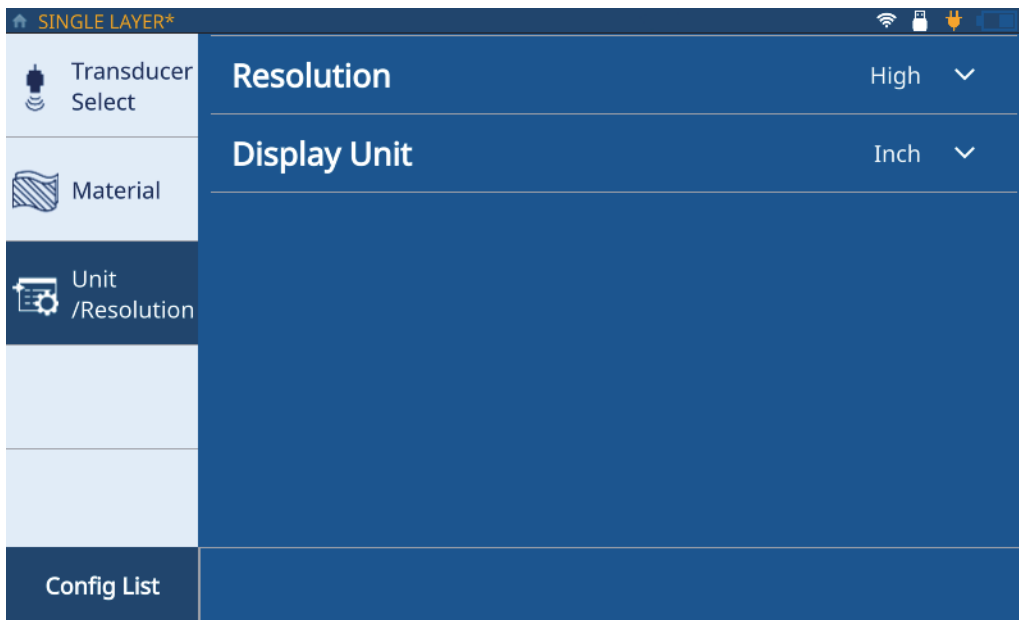

图 2-4 单位/分辨率选项卡
10. 点击**Unit/Resolution**（单位/分辨率）选项卡（参见第18页的图 2-4）。
14. 重复步骤12和13, 直到定义了所有层(最多6层), 然后点击**Unit/Resolution** (单位/分辨率) 选项卡(参见第18页的图 2-4)。
12. 点击**Unit/Resolution**（单位/分辨率）选项卡（参见第18页的图 2-4）。